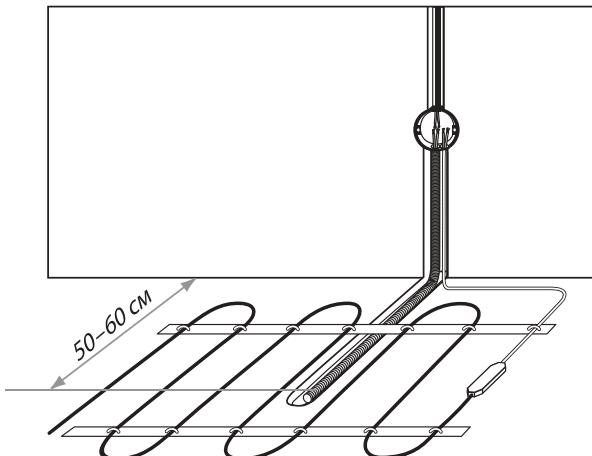

Рис. 1
- Гофрированная трубка с датчиком внутри располагается на уровне нагревательного кабеля, между его витками, на равном удалении от них (Рис. 1).